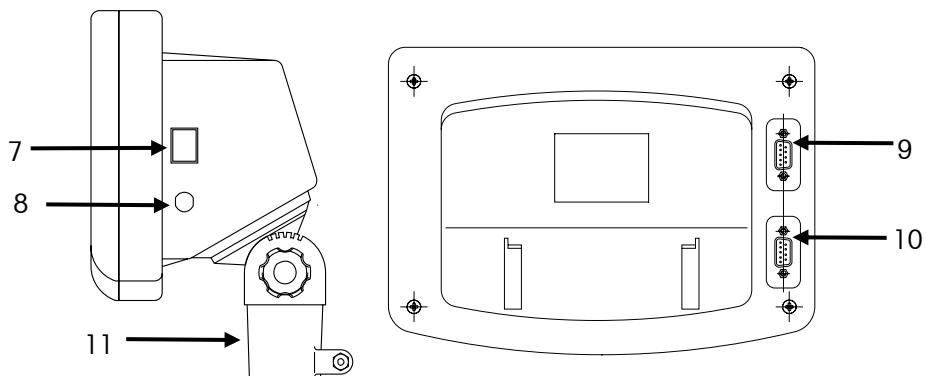

Figure 1-1. Indicateur T21P.
Connectez l'adaptateur CA à la prise d'alimentation et branchez ensuite l'adaptateur CA dans une prise correctement mise à la terre. La LED CA s'allume (Figure 1-1, élément 1).
5. Branchez le câble du capteur au connecteur du capteur de l'indicateur Figure 1-1, Élément 10.